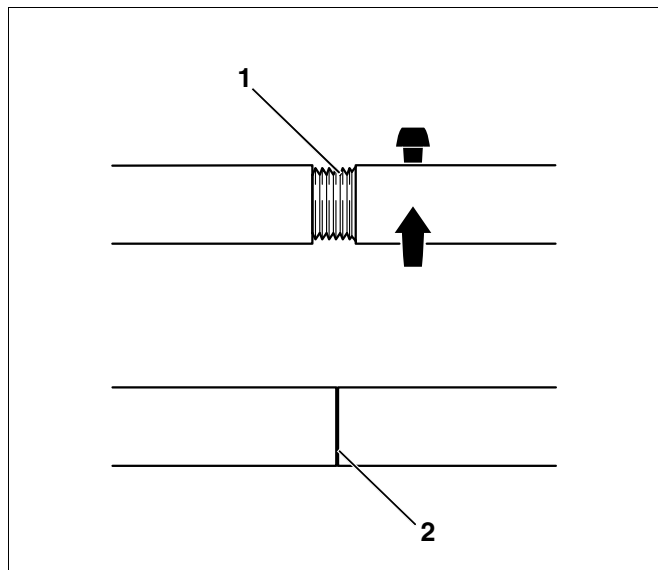

Рис. 20 Стяжной инструмент котла 2.3
- Проверяйте штанги перед каждым применением и, при необходимости, подтягивайте их. При правильном соединении штанги полностью скручены и не видно резьбы (рис. 20, поз. 2).
- Резьба (рис. 20, поз. 1) должна быть чистой. Загрязненная резьба может привести к повреждению стяжного инструмента во время сжатия секций.